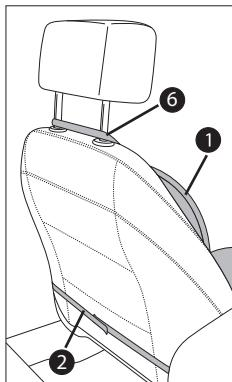

Abb. 2
- Bei einer extrem hohen oder breiten Rückenlehne befestigen Sie die Sitzauflage, wie auf Abb. 2 gezeigt.
- Falls Ihr Fahrzeug über einen Seitenairbag verfügt, so achten Sie beim Befestigen der Sitzauflage 1 darauf, die Befestigungsgurte 6 nur über die Bügel der Kopflehne und nicht über den oberen Teil des Autositzes zu stülpen (siehe Abb. 2). Ansonsten kann es sein, dass der Seitenairbag beeinträchtigt wird!